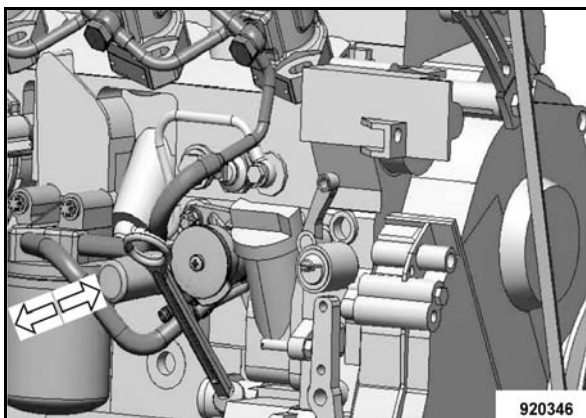

Fig. 152
- Azionare la pompa a mano (Fig. 152) fino a quando si avverte una forte resistenza e si è generata una pressione.